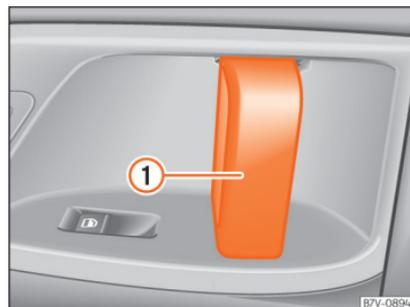

Abb. 98 An der Schiebetür: Türgriff .
- Bei entriegelter Schiebetür den Türinnengriff ziehen und Schiebetür vollständig aufschieben »» **Abb. 98** .